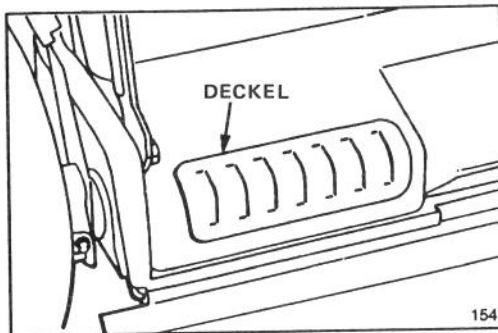

Bild 24
6. Zugriffsplatte abnehmen und rund um den Getriebekasten reinigen (Bild 24).